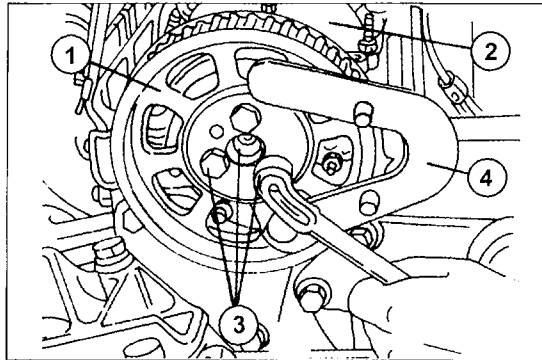

Bild 128
- Die Schrauben des Steuerrades der Nockenwelle unter Bezug auf Bild 128 lösen, das Steuerrad herunterziehen und den Zylinderkopf ausbauen, wie es unter getrennter Überschrift beschrieben wurde.
- Das Steuerrad der Nockenwelle aufbringen, in der in Bild 128 gezeigten Weise gegenhalten und die Schrauben mit 25 Nm anziehen.
- Die Nabe des Steuerrades der Nockenwelle lösen (Schraube in der Mitte). Das Steuerrad wird dabei in ähnlicher Weise wie in Bild 128 gegengehalten. Das Steuerrad abziehen. Die Zylinderkopphaube ausbauen.